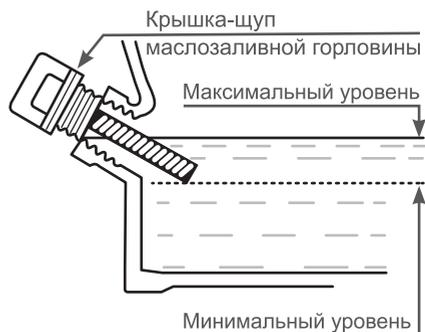

Рис. 11. Проверка уровня масла в картере
Максимальный уровень масла в картере соответствует нижней кромке заливного отверстия (Рис. 11).
5. Аккуратно извлеките щуп и осмотрите его. Уровень масла должен соответствовать верхней отметке на щупе. При недостаточном уровне масла в картере необходимо долить чистое масло до верхней отметки на щупе, что соответствует нижней кромке заливного отверстия (Рис. 11).